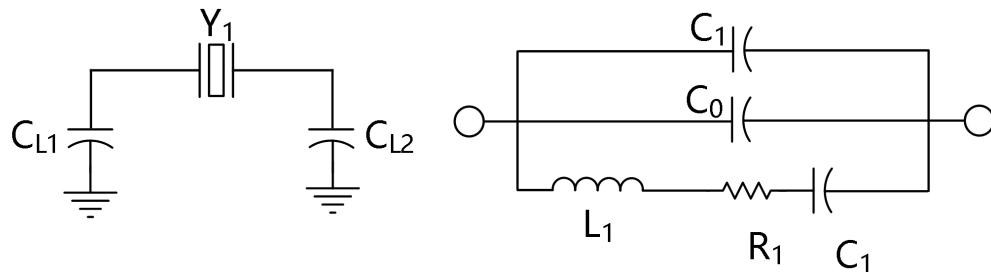

图 4. 晶体负载电容与等效兵龄负载
由晶体引脚可以看出，负载电容  $C_L$  是振荡电路的负载电容，图 4 所示  $C_L$  是与晶体并联的电容，振荡电路中使用负载电容  $C_{L1}$  和  $C_{L2}$ ，与电路中的任何寄生电容一起构成总负载电容。所有的实时时钟系统(RTCs)集成了  $C_{L1}$  和  $C_{L2}$ ，注意在 PC 电路板布局中应最小化寄生电容的占用空间。下列公式描述的是  $C_L$  与负载电容值的关系：
4. 温度。工作温度特点表现为晶体转换温度，晶体振荡频率下降，则实时时钟越慢，见图 3、图 4 所示。